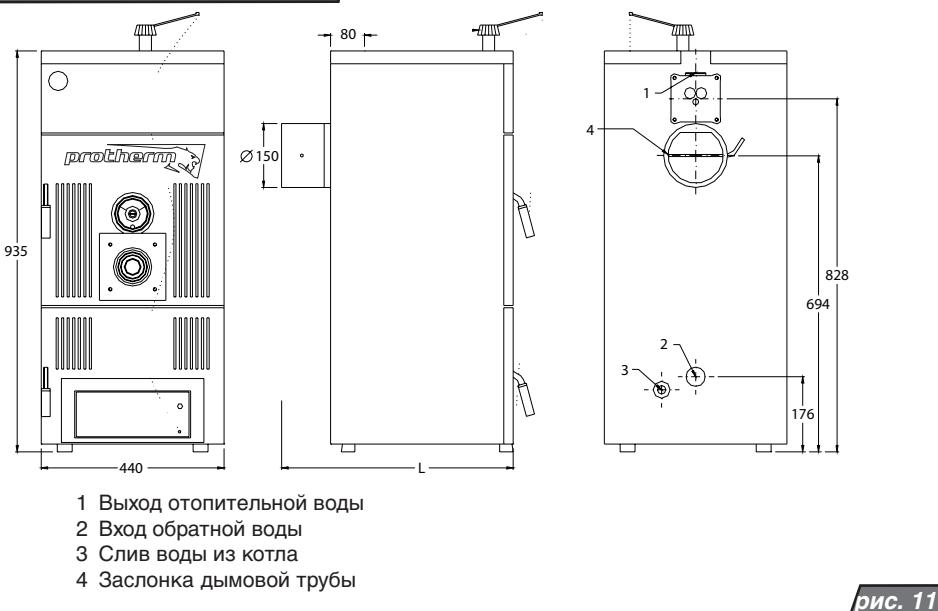

рис. 11
10. После подключения котла в систему отопления навинтите на заднюю секцию наливной и сливной кран (рис. 11, позиция 3).